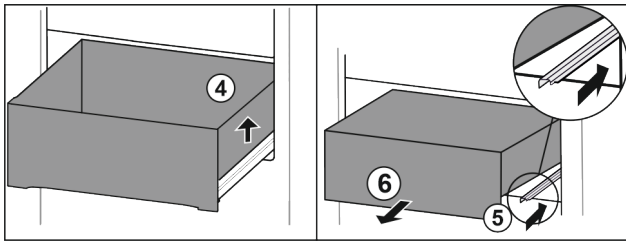

Fig. 114
- ▶ Levante el cajón de la derecha. Fig. 114 (4)
- ▶ Inserte el riel derecho. Fig. 114 (5)
- ▶ Extraiga el cajón hacia delante. Fig. 114 (6)